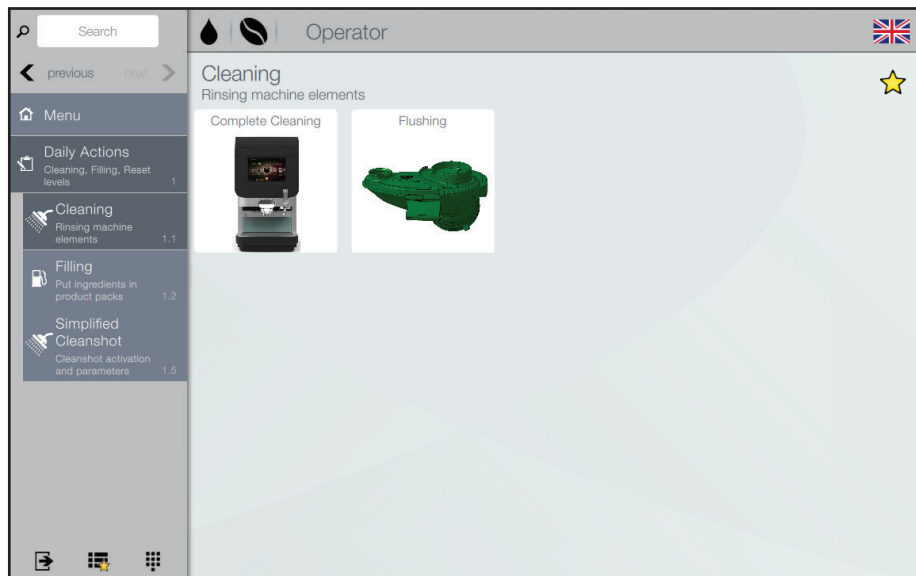

Рис. 6.6 - Очистка
- Следовать инструкциям разделов "Мойка" и "Полная очистка", см. главу "Очистка" (рис. 6.6).